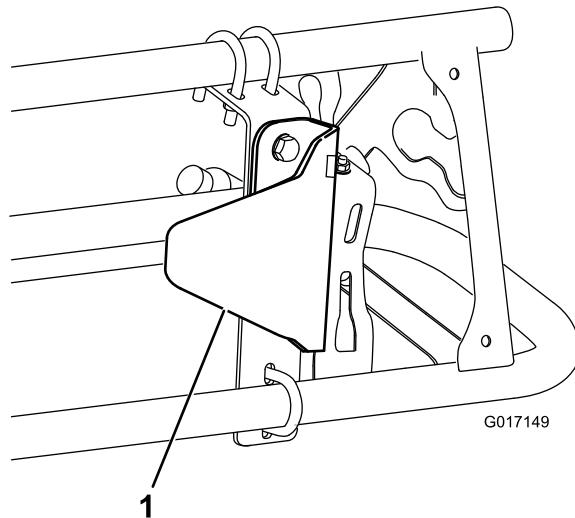

図10
2. 図10のように、取り付けブラケットにセンサーガードブラケットを取り付けるボルト5/16 x 3/4インチ2本とフランジナット5/16インチ2個を使用する。